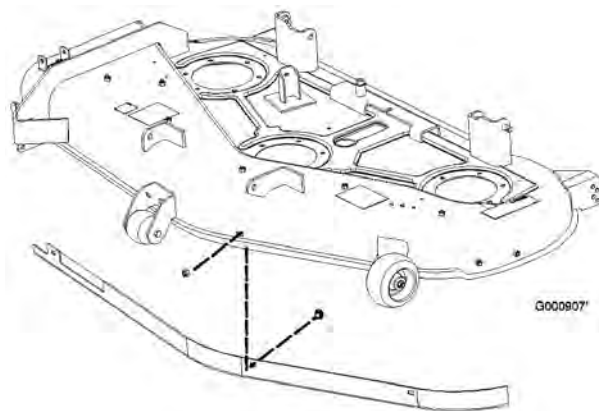

Bild 19
2. Nehmen Sie die Schrauben und Sicherungsmuttern ab, mit denen das vordere Ablenkblech am Mähwerk befestigt ist (Bild 19). Nehmen Sie das vordere Ablenkblech ab, um das rechte Recycler®-Ablenkblech zugänglich zu machen.
- Setzen Sie das vordere Ablenkblech ein und befestigen Sie es mit den vorher abgenommenen Befestigungen am Mähwerk (Bild 19) .
- Nehmen Sie die Schrauben und Sicherungsmuttern ab, mit denen das vordere Ablenkblech am Mähwerk befestigt ist (Bild 19). Nehmen Sie das vordere Ablenkblech ab, um das rechte Recycler®-Ablenkblech zu montieren.